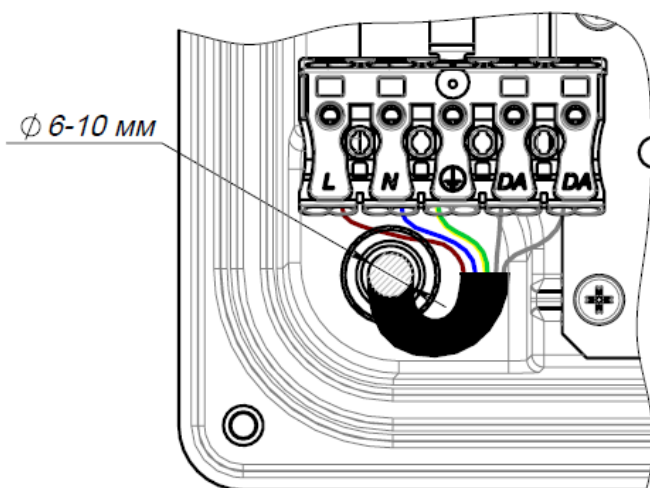

Рис. 2.5
4.2.6. При необходимости закрепить светильник страховочным тросом (рис. 2.5). Страховочный трос в состав комплекта поставки не входит.